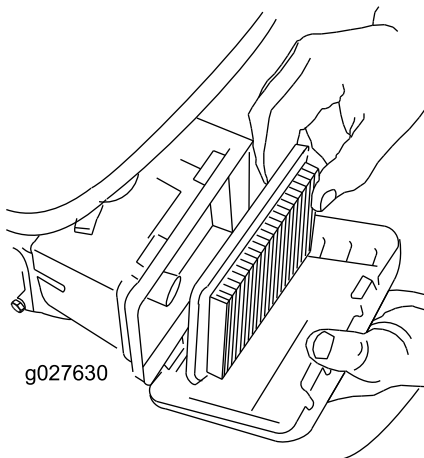

Figura 34
3. Inspeccione el filtro de aire de papel (Figura 34).